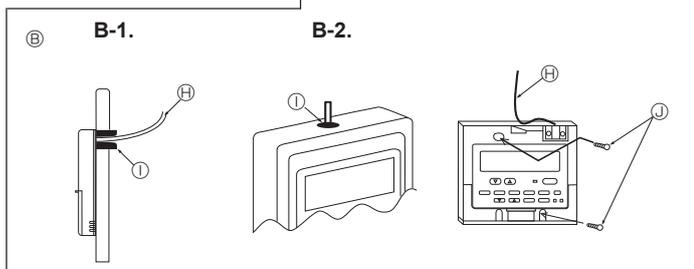

Fig. 6-3
(2) Замажьте сервисный вход в пульт дистанционного управления замазкой для предотвращения попадания капель росы, воды, а также тараканов или червей. (Fig. 6-3)
#### В-2. Для проведения шнура пульта дистанционного управления с верхнего корпуса: [Fig.6-3]